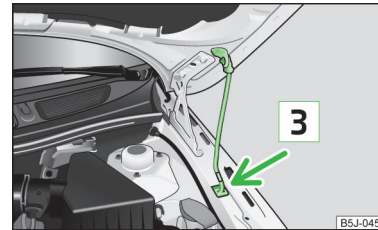

Abb. 125 Motorraumklappe sichern
- Die Klappenstütze aus der Halterung nehmen und die geöffnete Klappe sichern, indem das Ende der Klappenstütze in die dafür vorgesehene Öffnung **3** » Abb. 125 gesetzt wird.